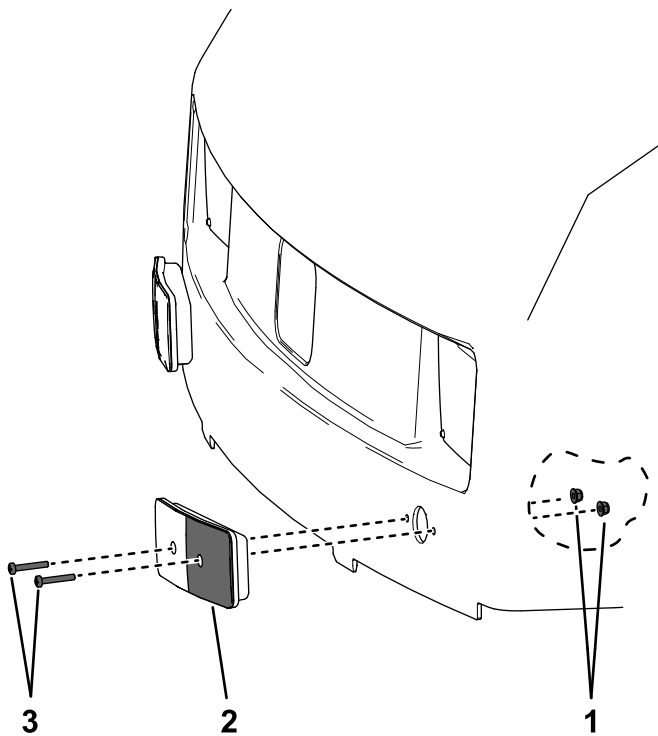

Figura 21
1. Retire los 4 pernos Phillips y las tuercas que sujetan los intermitentes al capó (Figura 21).